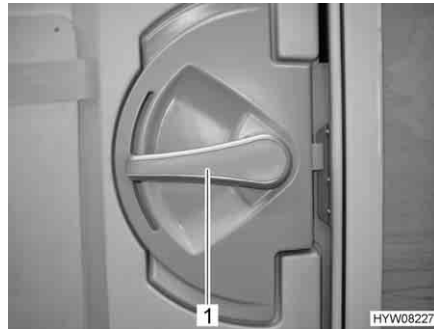

Fig. 24 Serrure de la porte, porte cellule, à l'intérieur
- Ouvrir :* ■ Appuyer sur la poignée de la porte (Fig. 24,1) vers le bas.
- Verrouiller :* ■ Tourner la poignée de la porte (Fig. 24,1) d'env. 45° vers le haut et la laisser dans cette position.